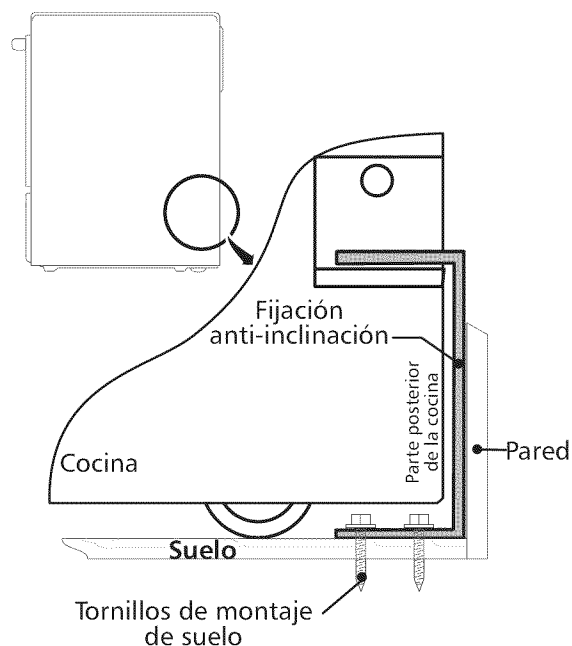

Figura 15
4. Retire el modelo y ubique la abrazadera en el suelo. Alinee los orificios en la abrazadera con las marcas en el suelo y ajuste con los cuatro tornillos provistos. La abrazadera debe quedar fijada al suelo (Figura 15) sólido. Si se fija al suelo concreto, primero haga orificios pilotos de un diámetro de 3/16" (0,48 cm), utilizando una barrena para concreto.